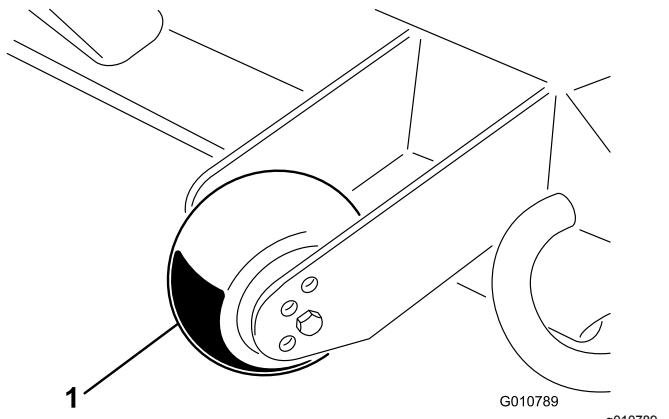

Figure 12
1. Enlevez la vis et l'écrou qui fixent la roue de jauge aux supports de l'unité de coupe (Figure 12).